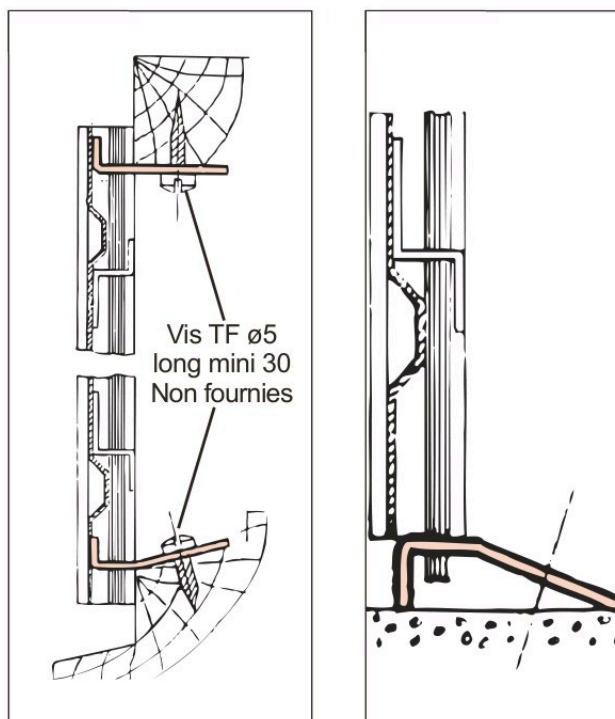

Figure 23 — À gauche, les gâches sur le cochonnet et sur le jet d'eau ; à droite, la gâche sur un seuil en ciment
- sur le cochonnet et sur le jet d'eau de la menuiserie : vis TF ø5, longueur mini 30, non fournies (figure 23, à gauche) ;
- sur un seuil en ciment (figure 23, à droite).